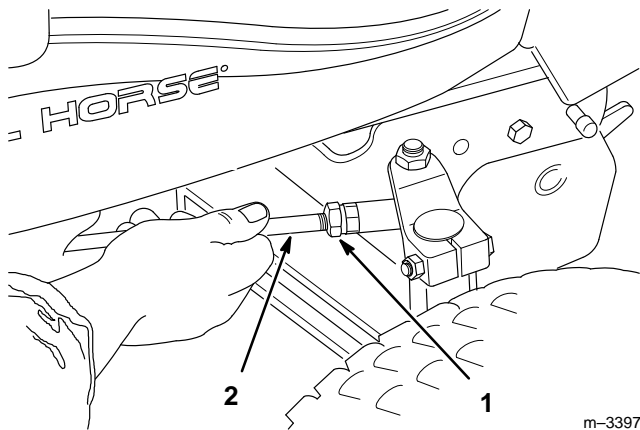

Figure 43
1. Desserrer les contre-écrous aux extrémités des biellettes de direction (Fig. 43).